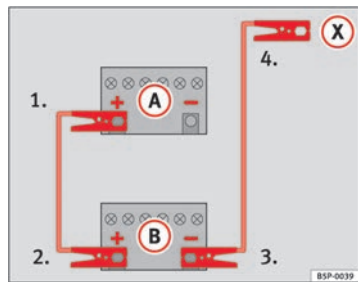

Fig. 243 Schema per il collegamento dei cavi per l'avviamento di emergenza
Nella ⇒ fig. 243 **A** indica la batteria scarica, e **B** la batteria carica.
1. Collegare un'estremità del cavo rosso al polo positivo ⇒ fig. 243 **+** del veicolo con la batteria scarica ⇒ ⚠.